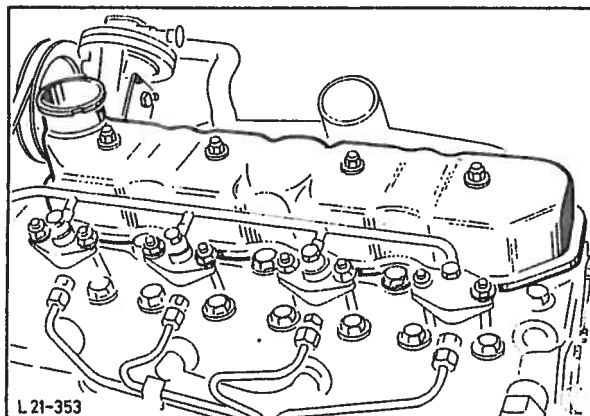

Fig. 128 Demontering av toppdeksel.
1. Ta av luftfilteret og toppdekslet (4 bolter), fig. 128.